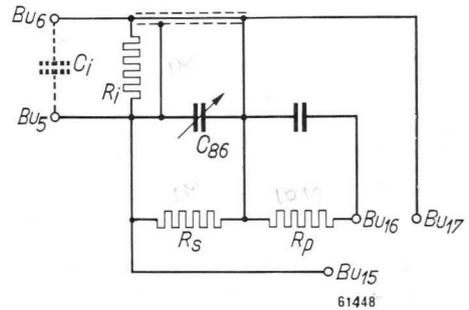

Fig. 6. Messkopf
e. **Messkopf** (s. Fig. 6)
Die zu untersuchenden Spannung kann entweder direkt an den Eingang des Oszillographen angeschlossen, ($14 V_{\text{eff}/\text{max}}$) oder aber 20fach abgeschwächt werden ($280 V \text{ max.}$), je nach Wahl des Kontaktes auf dem Messkopf. Schaltbild siehe Fig. 6.